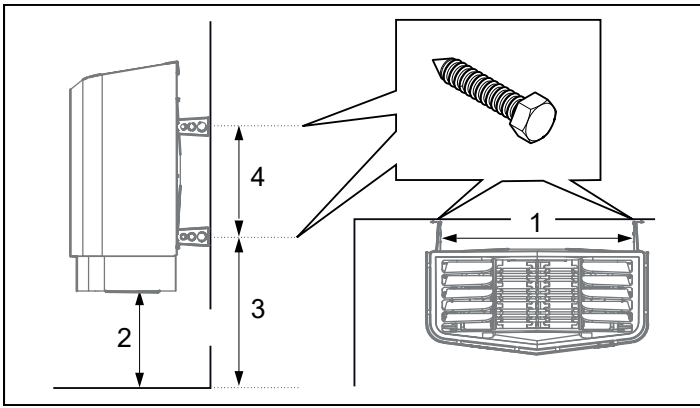

Abbildung 12: Abmessungen
6. Positionieren Sie die Halterungsschrauben unter Beachtung der Maßangaben (siehe Abbildung 12).